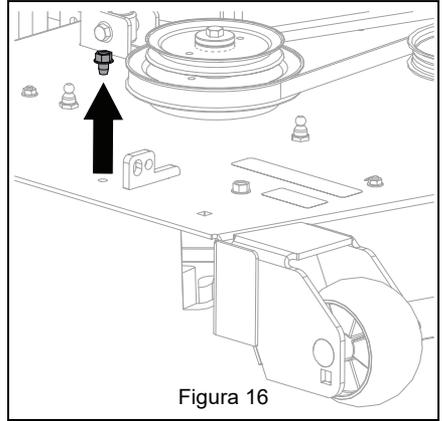

Figura 16
3. *Plataformas de 52" y 60" solamente:* Quite el tirafondos. Guárdelo para trabajar sin embolsadora. Consulte Figura 16.